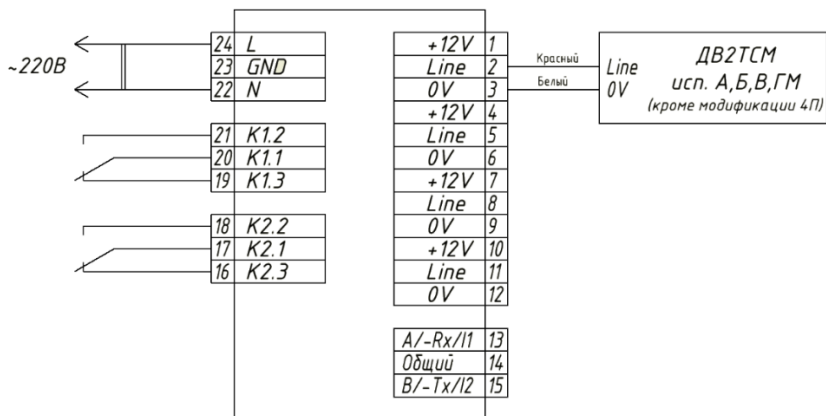
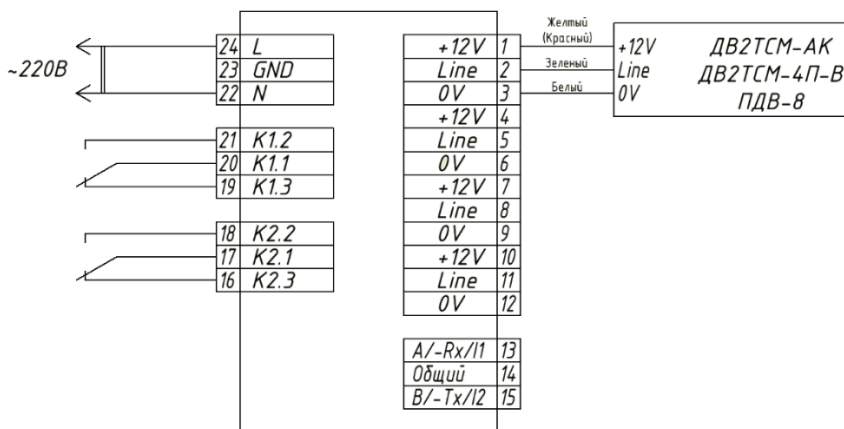

Рис.4. Двухпроводная схема подключения измерительных преобразователей к блоку индикации.
Рис.5. Трехпроводная схема подключения измерительных преобразователей к блоку индикации.
5.4. В зависимости от модификации измерительные преобразователи подключаются к блоку индикации двухпроводным (рис.4) или трехпроводным (рис.5) кабелем (см. таблицу 4).